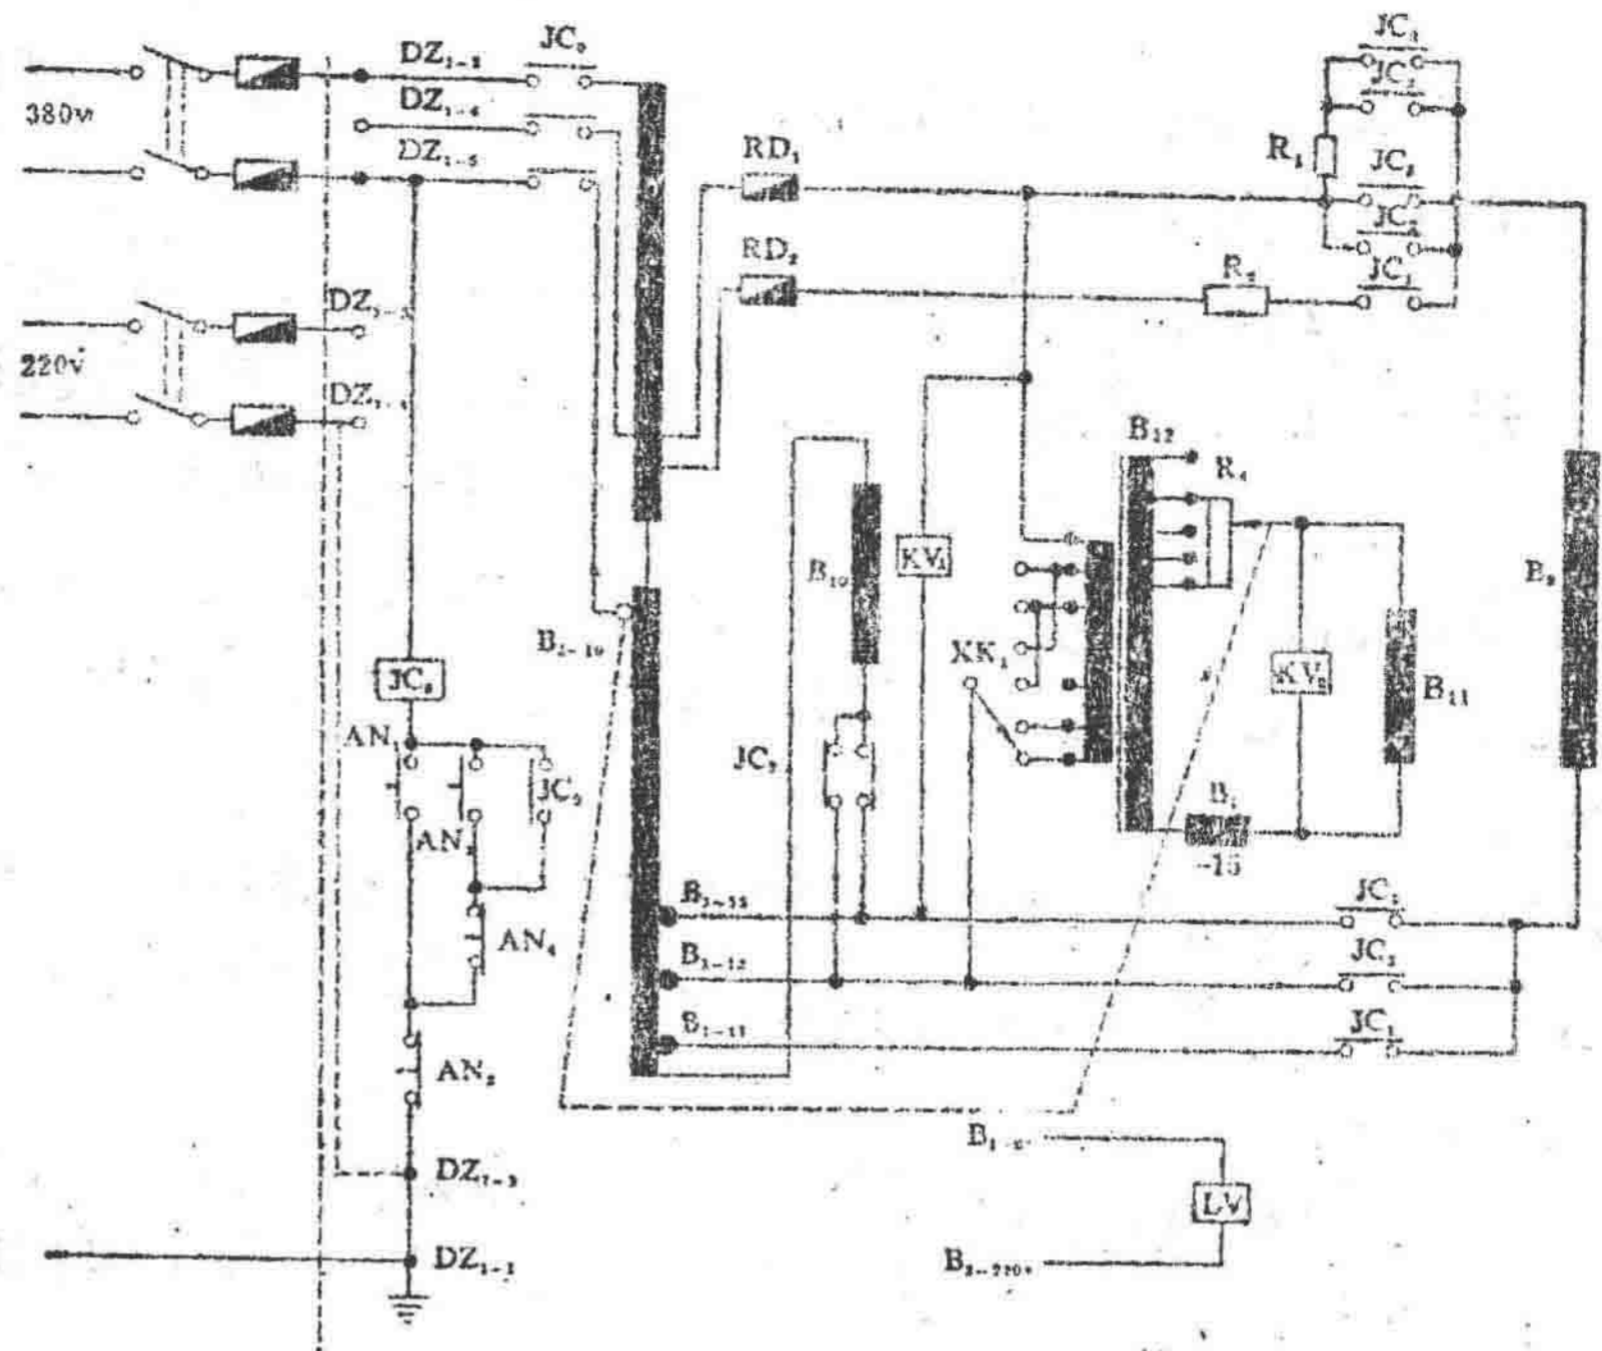

图 15-1 电源和高压预示电路
1. 电源电路和高压预示电路 图 15-1 中虚纵左侧是用户自备的墙上闸刀开关和保险盒。开关容量为 100A 220V 或 60A / 380V。保险丝规格为 60A / 220V 或 40A / 380V。